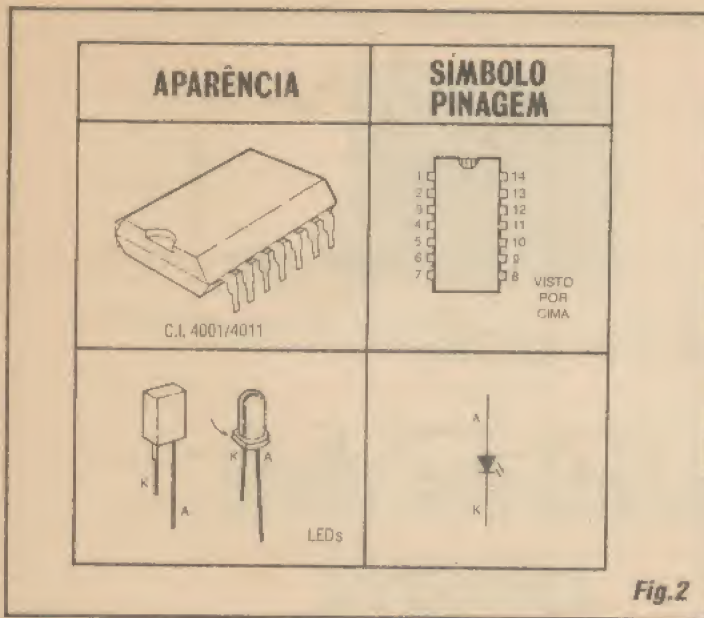

Fig.2
- FIG. 2 - PRINCIPAIS COMPONENTES DA MONTAGEM - Como é praxe nas descrições das montagens práticas anexas às aulas do ABCDE, a figura mostra em aparência, pinagem e símbolo, os componentes que têm terminais polarizados, ou seja: o integrado e os LEDs. No primeiro, lembrar que a contagem/numeração dos pinos é feita em sentido *anti-horário*, a partir da extremidade marcada, e com a peça observada por cima... Quanto aos LEDs, recordar que o terminal de **catodo (K)** costuma ser o *mais curto*, além de (nos LEDs redondos...) sair da peça em posição indicada por um pequeno chanfro